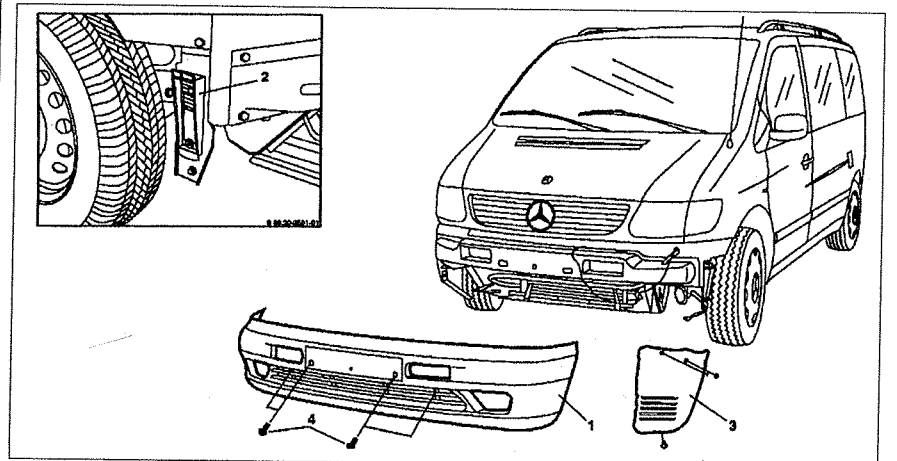

Рис. 11.2. Передний бампер:
2. Снимите брызговики 3 с обеих сторон (см.рис.11.2).